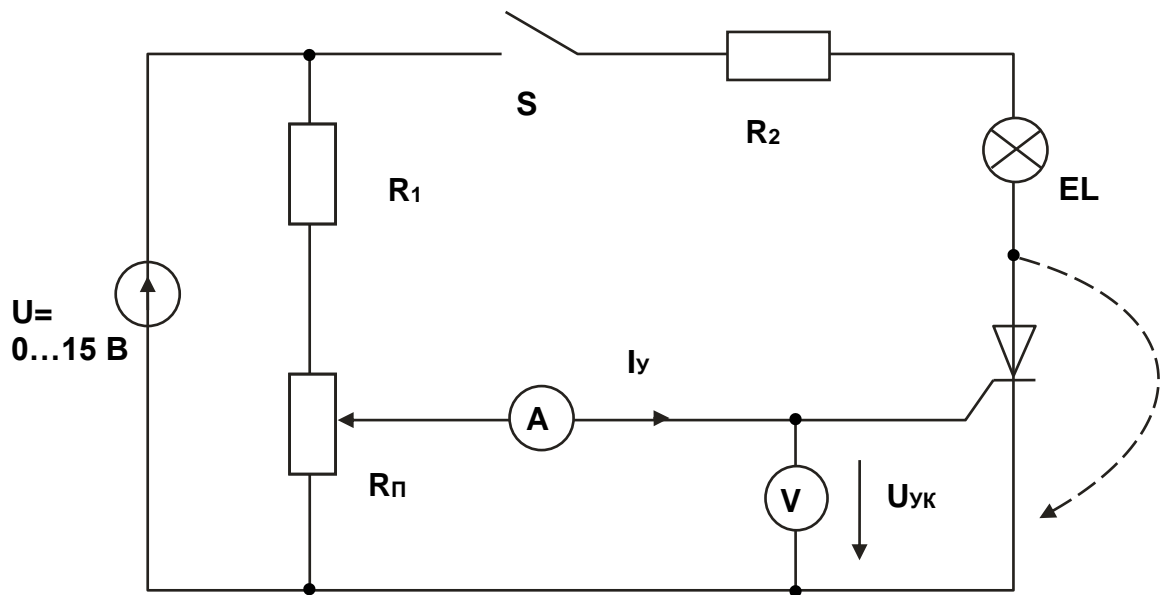

Рис. 6.2.2
- Соберите цепь, как показано на рис. 6.2.2, и подайте на нее максимальное напряжение 15 В, при напряжении управляющий электрод/катод  $U_{ук} = 0$  В. Увеличивайте напряжение  $U_{ук}$ , и измеряйте соответствующие значения тока управления  $I_u$  мультиметром. Занесите данные измерений в таблицу 6.2.1. Заметьте и запишите при каком напряжении  $U_{ук}$  отпирается тиристор (загорается лампочка).
**Вопрос 2:** Что случится с отпертым тиристором при размыкании выключателя в цепи (рис. 6.2.2), если  $U_{УК} > U_{отп}$ ? Если  $U_{ЭК} < U_{отп}$ ?
**Вопрос 3:** Как поведет себя тиристор, если к цепи (рис. 6.2.2) вместо постоянного напряжения приложить синусоидальное напряжение при  $U_{УК} > U_{отп}$ ? при  $U_{УК} < U_{отп}$ ?
**Вопрос 4:** Что произойдет с отпертым тиристором при его кратковременном шунтировании перемычкой в цепи (рис. 6.2.2), если  $U_{УК} > U_{отп}$ ? Если  $U_{УК} < U_{отп}$ ?